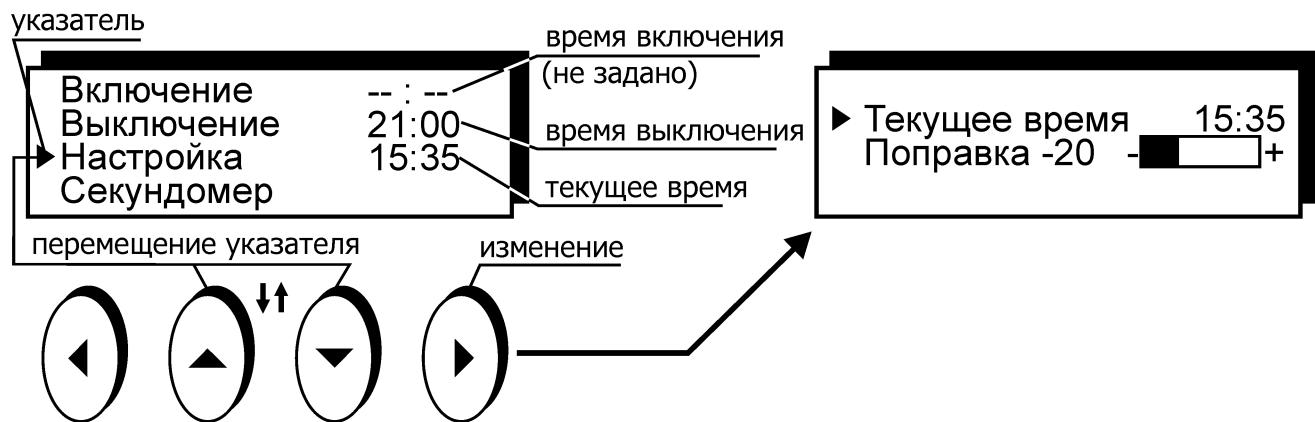

Рисунок 9 — Управление встроенными часами
- нажатиями кнопок ( $\uparrow$ ) и ( $\downarrow$ ) установить указатель против нужного времени: включения или выключения (рисунок 9);
- нажатиями кнопок ( $\uparrow$ ) и ( $\downarrow$ ) установить указатель против пункта “Секундомер” (рисунок 9);